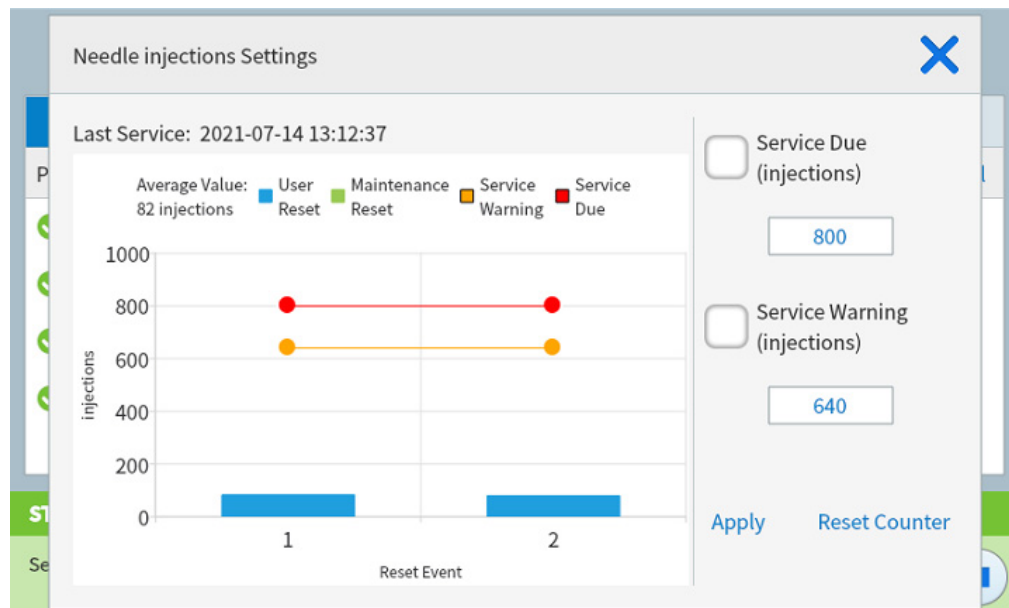

Abbildung 47. Dialogfeld „Settings“
- 2 Wählen Sie die **Details**-Auflistung für den Zähler, den Sie ändern möchten. Das Dialogfeld enthält eine Trenddarstellung der vergangenen Rücksetzungsereignisse für diesen Zähler. Siehe **Abbildung 47**.